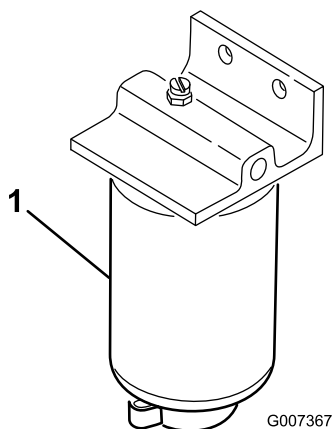

Figura 34
3. Abra o tampão de drenagem no filtro de combustível aproximadamente uma volta e drene qualquer água acumulada (Figura 34).